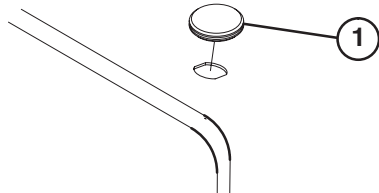

Bild 3
1. Nehmen Sie den Stopfen aus dem Loch vorne links an der Motorhaube (Bild 3).